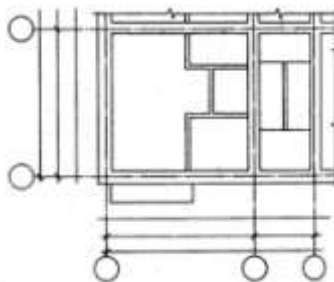

Рисунок 2 - Нанесение на плане стен здания
5. Вычертить контуры наружных и внутренних капитальных стен здания и колонн, если они имеются (рисунок 2) по ГОСТ.